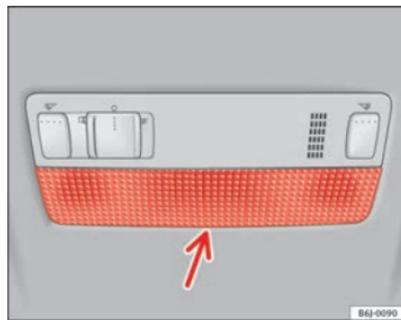

Fig. 148 Lampe de lecture avant
- Introduisez la partie plate d'un tournevis fin entre la carcasse et le verre ⇒ fig. 148.